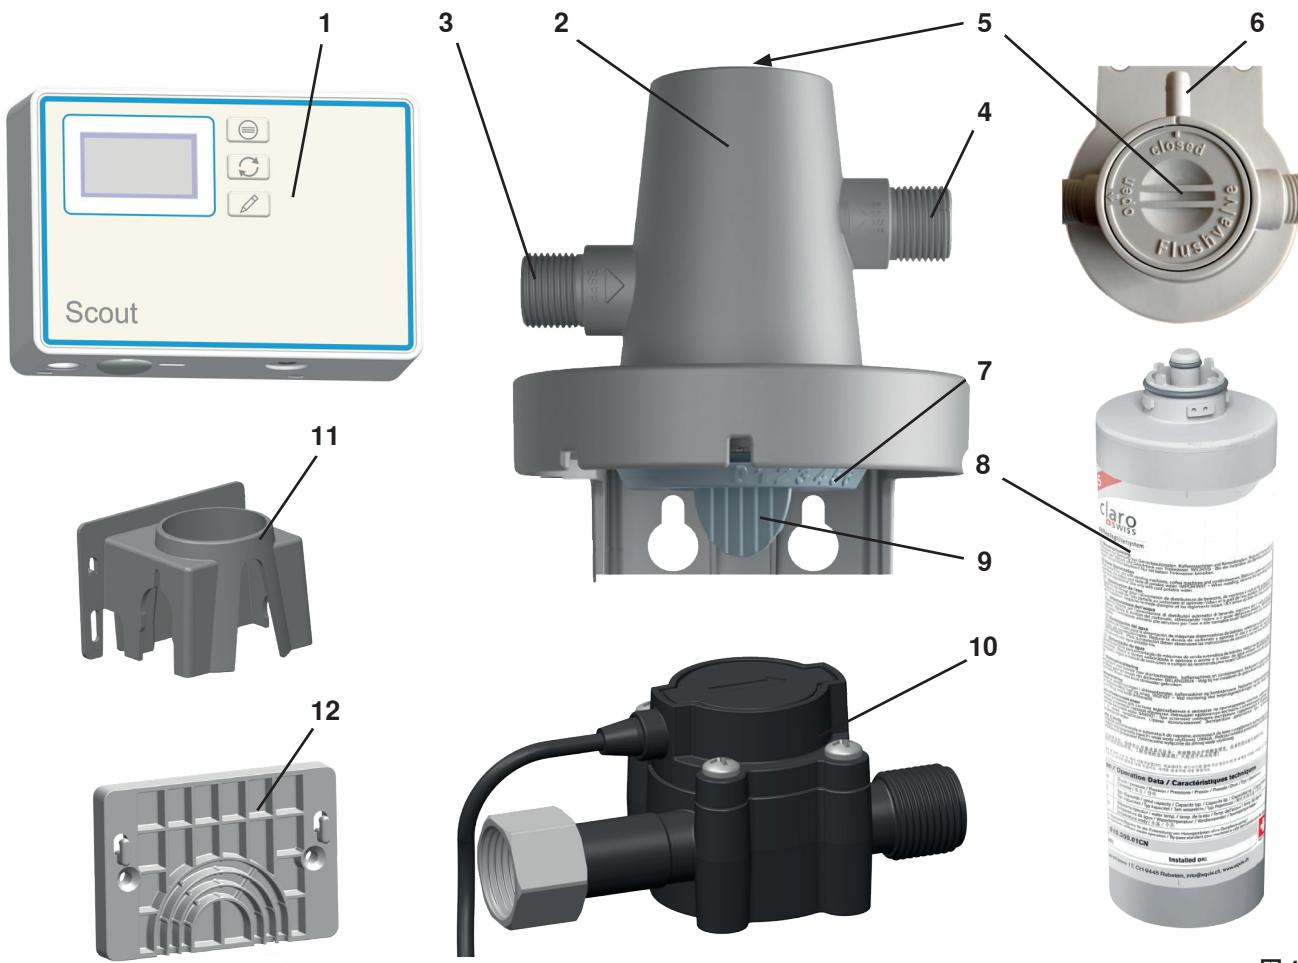

図1
- 1 POWER steamer軟水器用流量計（1、10、11、12項、図1）
⇒アダプター(3/4" - 3/8")を1個、センサーユニットの接続部にねじ込みます（10、図1）。